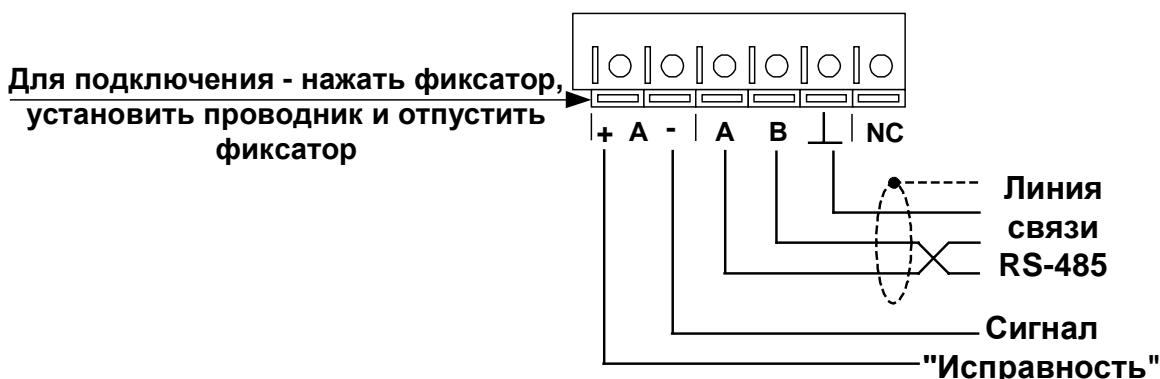
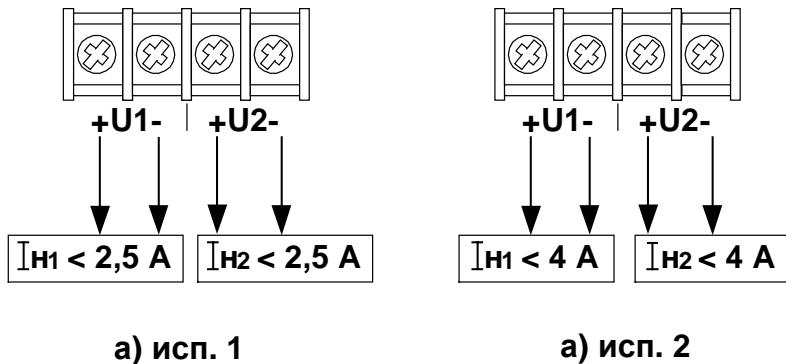
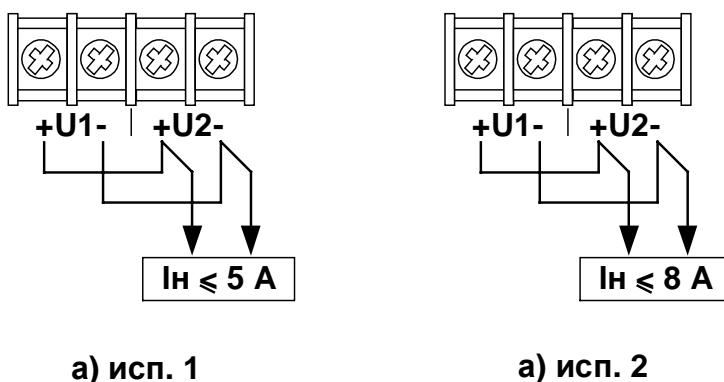

Рис. 4 Подключение линий связи: RS-485 и сигнала "Исправность"
Рис. 5 Схема подключения нагрузки: а) исп. 1 ($I_h1 < 3\text{A}; I_h2 < 3\text{A}$); б) исп. 2 ($I_h1 < 4\text{A}; I_h2 < 4\text{A}$).
Рис. 6 Схема подключения нагрузки а) исп. 1 ($I_h \leq 5\text{A}$); б) исп. 2 ($I_h \leq 8\text{A}$).
Провода подключаются к клеммам присоединительной колодки в соответствии со схемой подключения (Рис. 2, Рис. 3, Рис. 4, Рис. 5, Рис. 6, Рис. 7, Рис. 8) – в зависимости от вариантов исполнения ИБП-1200/2400 исп. 1 или исп. 2.
6.4.4 Подключение соединительных линий и БА к клеммам ИБП производится в соответствии с Рис. 2, Рис. 3, Рис. 4, Рис. 5, Рис. 6, Рис. 7 и Рис. 8 – в зависимости от вариантов исполнения. Перед подключением тумблер «Сеть 220 В» выключить.